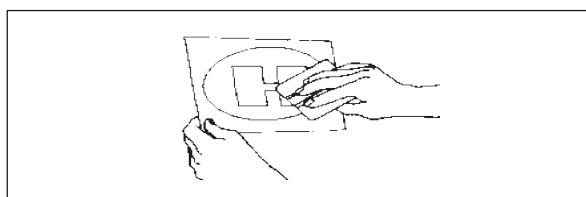

Fig. 24
2. Con energiche spatolate, Iniziare ad applicare dalla parte centrale superiore della grafica e procedere verso il basso e l'esterno verso i bordi. Fig.24